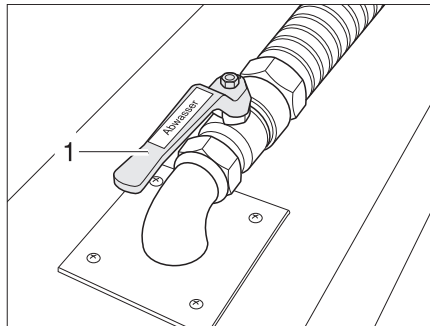

Fig. 371 Grifo para la eliminación de aguas residuales
El grifo para la eliminación de aguas residuales (Fig. 371,1) está en el doble fondo.
- Abrir el grifo para la eliminación de aguas residuales (Fig. 371,1). Se vacía las aguas residuales.